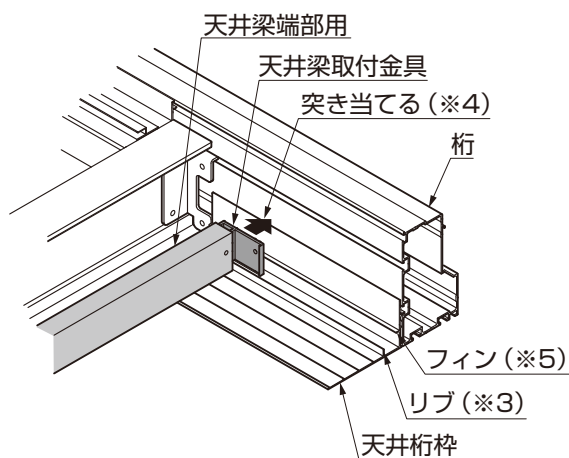
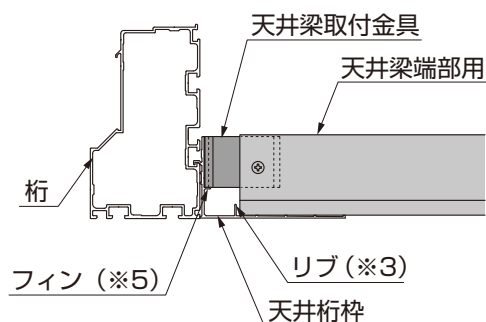

図6-15 天井梁取付金具と天井桁杢の取り合い
図6-16 天井梁端部用の納まり
- 天井梁端部用を天井桁杢の上に乗せる際は、必ずリブ（※3）の上に乗りにくいようにしてください。（図6-15参照）
③天井梁端部用から天井梁取付金具を引っ張りだして、天井桁杢に突き当てて（※4）ください。（図6-15、図6-16参照）
- 天井梁取付金具を、天井桁杢に突き当てる際、必ずフィン（※5）の上に乗るようになしてください。（図6-16参照）